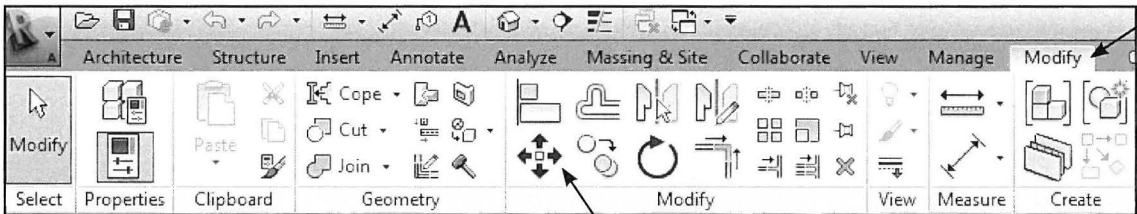

Fig. 06.12. Move værktøjet findes under Modify.
- Klik *Modify* - *Move* (Fig. 06.12).